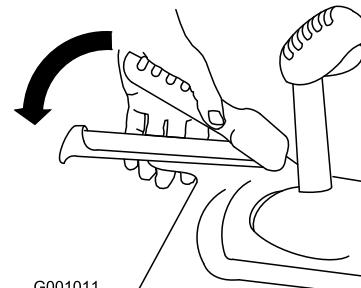

Bild 32
1. Drücken Sie zum Einkuppeln des Fahrantriebs den linken Hebel (Fahrantrieb) zum Handgriff (Bild 32).